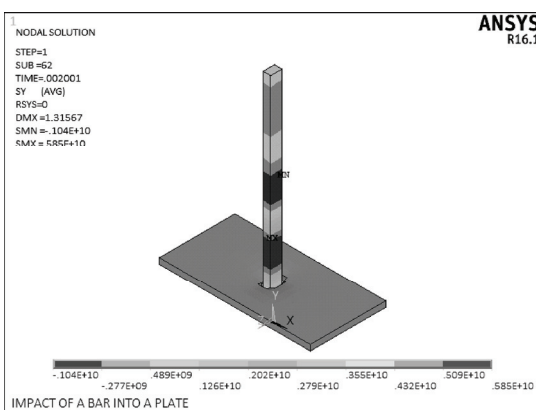

图 5-268 Y 方向应力等值线图
- 3) 选择 Main Menu | General Postproc | Plot Results | Contour Plot | Nodal Solu 命令，出现 Contour Nodal Solution Data 对话框。选择 Nodal Solution | Stress | Y-Component of Stress，单击 OK 按钮，ANSYS 显示窗口显示 Y 方向应力等值线图，如图 5-268 所示。